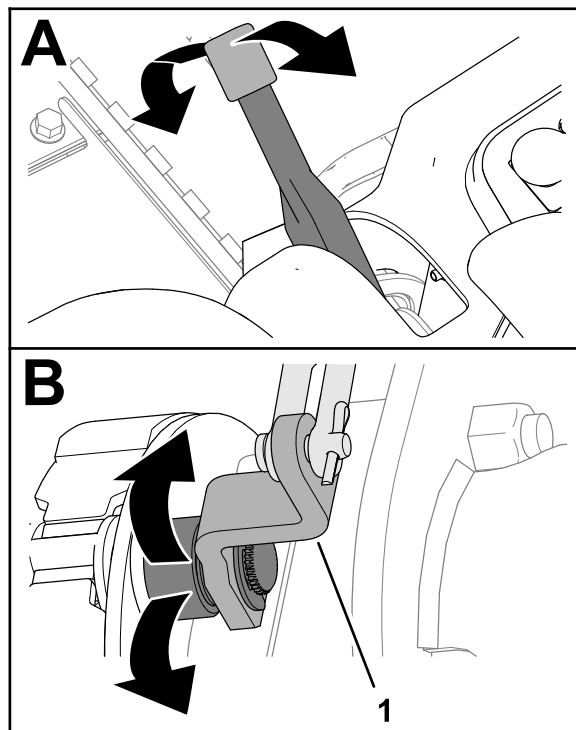

Bild 70
2. Bewegen Sie den Feststellbremshebel auf und ab, um zu prüfen, ob sich der Hebel für den Bremsnockenhebel frei bewegen lässt (**Bild 70**).